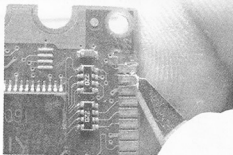

图 4-8 割取金手指
- (2) 从报废的卡上用壁纸刀割下同样的金手指，如图 4-8 所示。